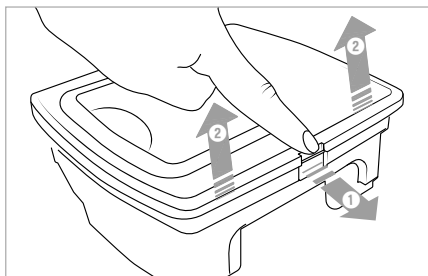

Fig. 9
- 2) Aprire la chiusura del coperchio del contenitore della polvere **14** e aprirlo (vedere fig. 9).